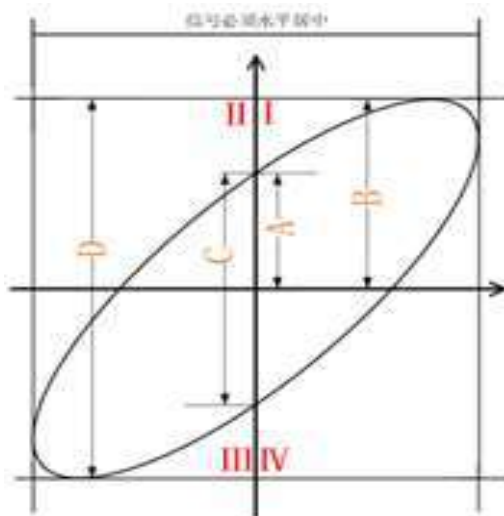

图 7.1 相位差测量原理
- 4、观察上图的测量结果，并根据相位差测量原理图（图 7.1）可得 $A/B(C/D)=1$ ，即两个通道输入信号的相差角为 $= \arcsin 1=90^\circ$